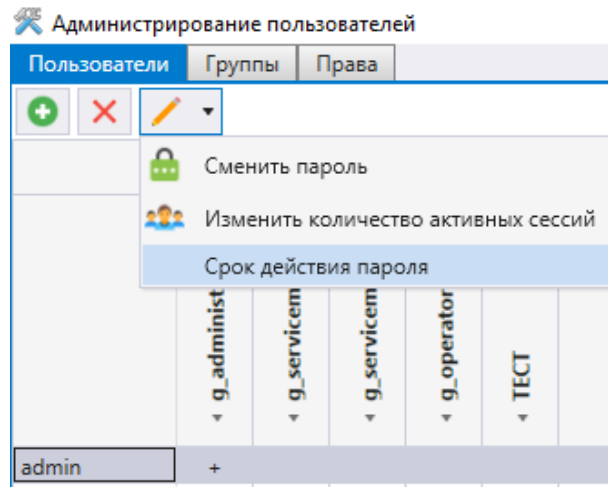

Рисунок 16
3.3.13 Пользователю с ролью «Администратор» предоставлена возможность задания срока действия (времени жизни) пароля для каждого пользователя в диапазоне от 0 до 999 дней (рисунок 16).